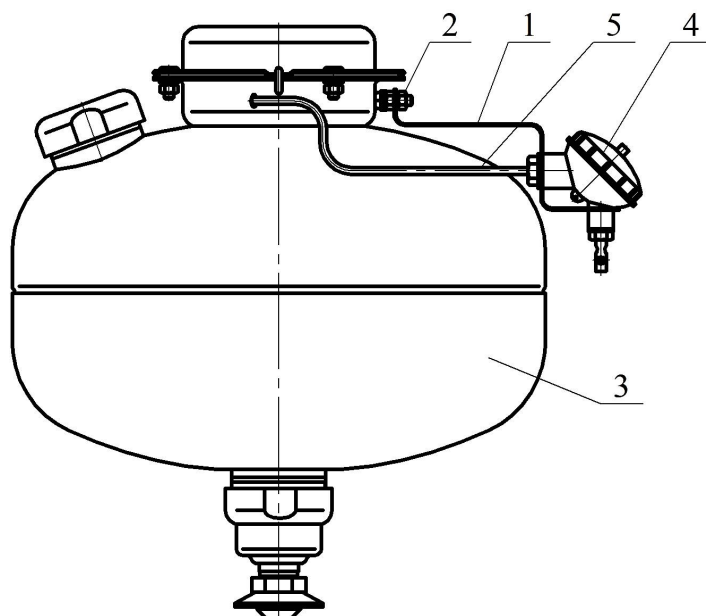
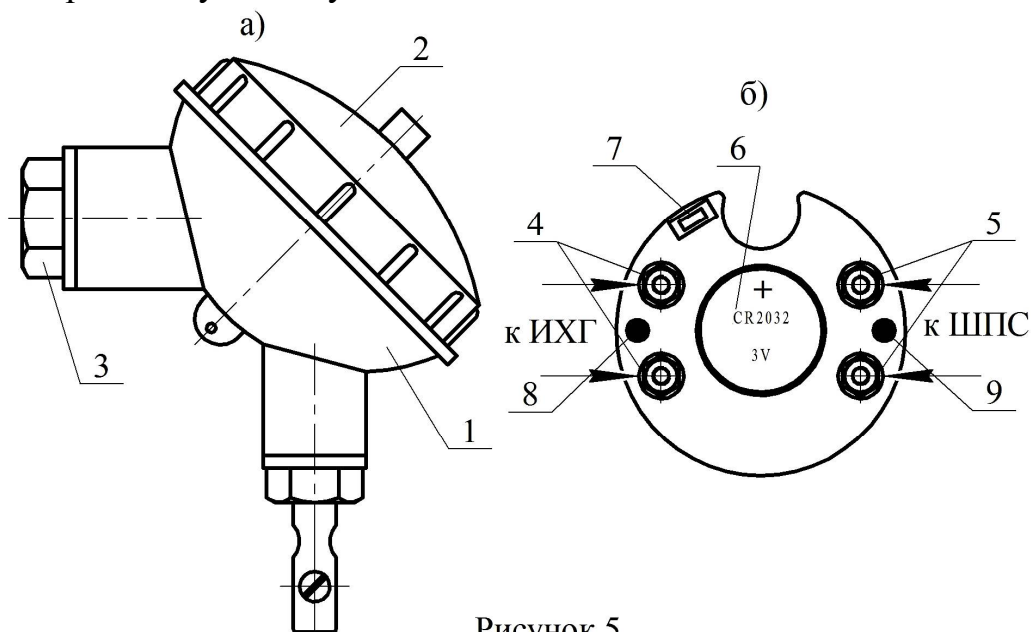

Рисунок 3
Рисунок 5
4.3.1.1 На кронштейне 1, закрепленном гайкой 2 на фланце МУПТВ 3 (см. рисунок 3), установлен электронный узел запуска 4. Вывода элемента электропускового 5 ИХГ, вставленные в трубку ПВХ, через гермоввод соединены с электронным узлом запуска 4.
6.9.2 Гайкой 2 (см. рисунок 3) закрепить на корпусе МУПТВ кронштейн 1.
6.9.3 С корпуса 1 электронного узла запуска (см. рисунок 5) открутить крышку 2 и винт 3. Через отверстия винта 3 (см. рисунок 5) и кронштейна 1 (см. рисунок 3) в гермоввод электронного узла запуска ввести провода элемента электропускового ИХГ и при необходимости ШПС. Винтом 3 (см. рисунок 5) закрепить на кронштейне электронный узел запуска.